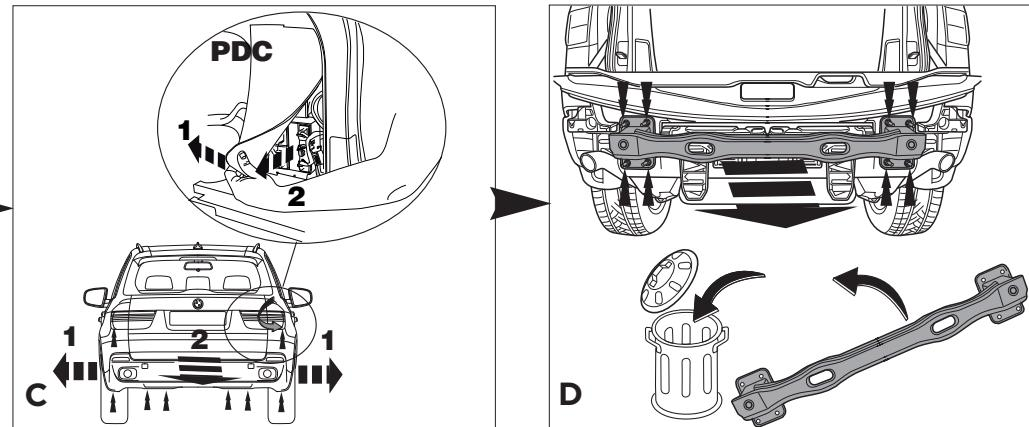

Fig.1
1. Снять бампер вместе со стальным буферным бруском автомобиля буферный брус больше не понадобится (см. рис. 1).
6. Установить бампер. (см. рис. 1+1a).